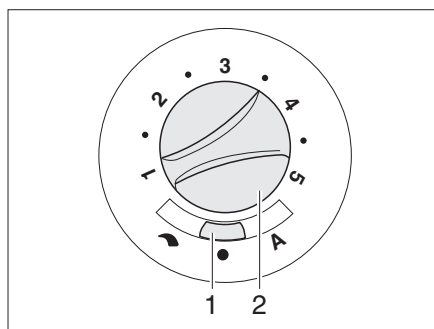

Fig. 104 Conmutador de mando para ventilador de circulación de aire (12 V)
- Ajustar el conmutador deslizante (Fig. 104,1) en "↷" (regulación manual) o "A" (modo automático).
- Cuando en el conmutador deslizante (Fig. 104,1) está ajustado "↷" (regulación manual): Ajustar la potencia deseada del ventilador de circulación de aire con el botón giratorio (Fig. 104,2).
- Ajustar el conmutador deslizante (Fig. 104,1) en "●" (Off). Con el funcionamiento de la calefacción esta posición del conmutador no tiene función.